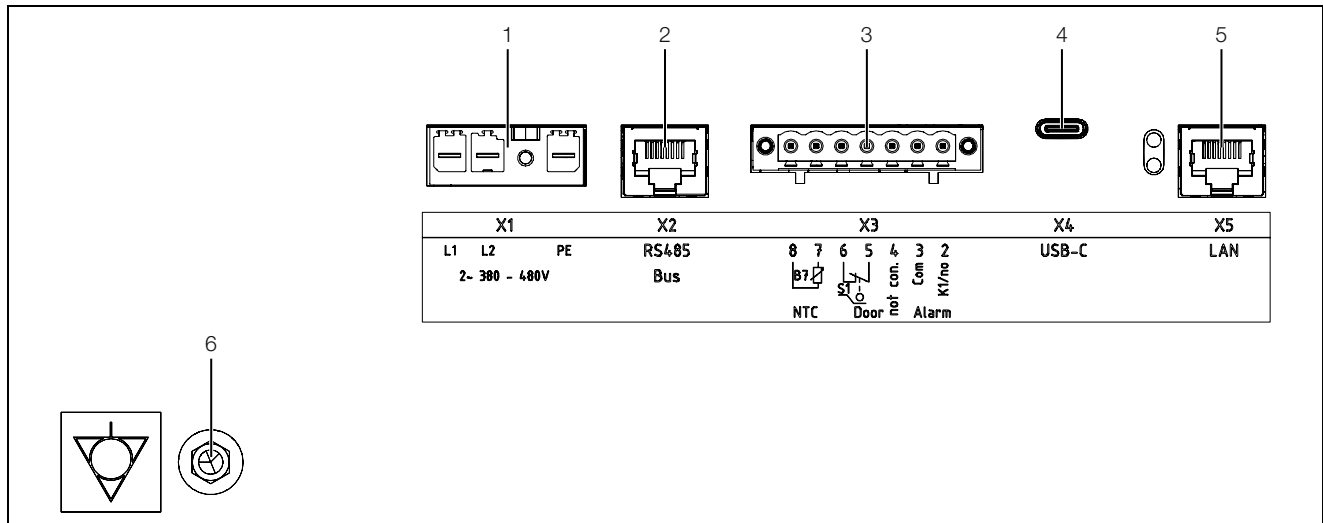

Fig. 43 : raccordement au réseau et interfaces
Si, pour des raisons de CEM, le climatiseur doit être intégré dans le système d'équipotentialité existant du client, il est possible de raccorder un câble au point de raccordement des liaisons équipotentialités. Le point de raccordement est identifié avec le symbole réglementaire (fig. 43, pos. 6).
- Le blindage du câble peut être raccordé au point d'équipotentialité (fig. 43).